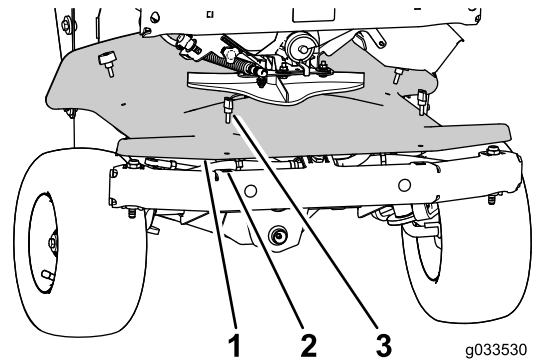

図 95
- A. 前方カバーインペラの下をシャーシに固定しているサムスクリュ4本を外してカバーを外す 図 95。